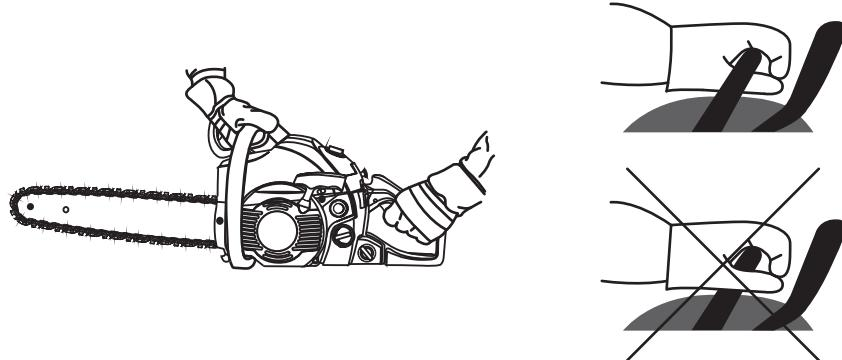

Рис. 5
- крепко удерживайте изделие двумя руками, как показано на рис. 5.